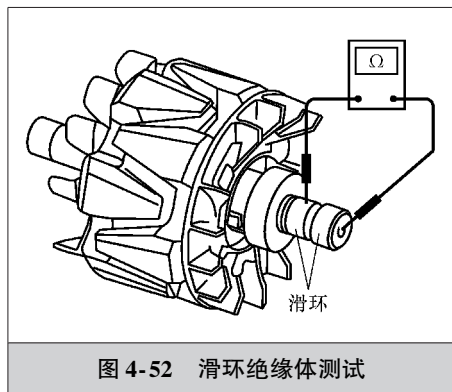

图 4-52 滑环绝缘体测试
2) 绝缘体测试：如图 4-52 所示，用绝缘电阻表测试滑环与转子之间的导通情况，若导通，应更换转子。